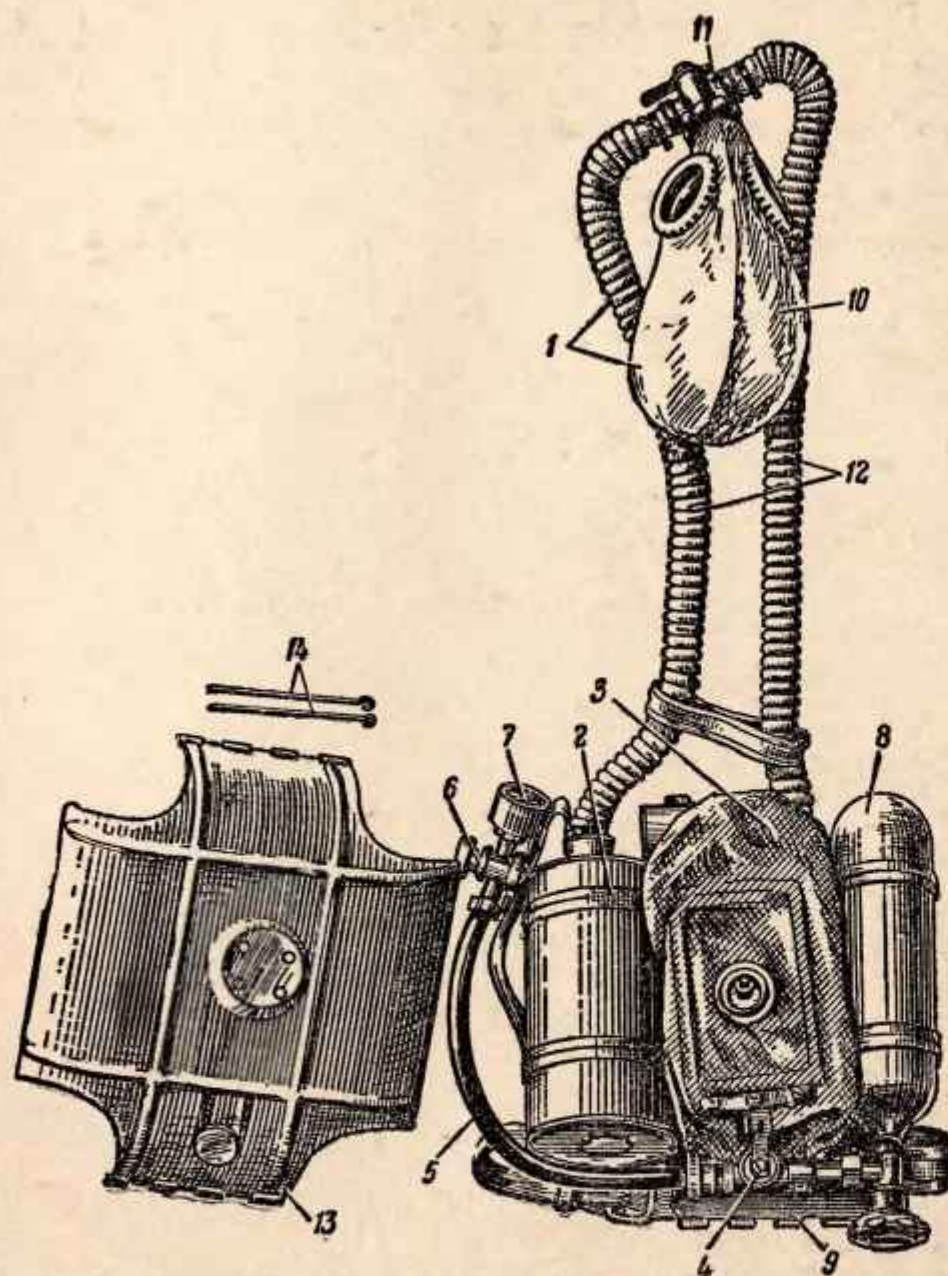
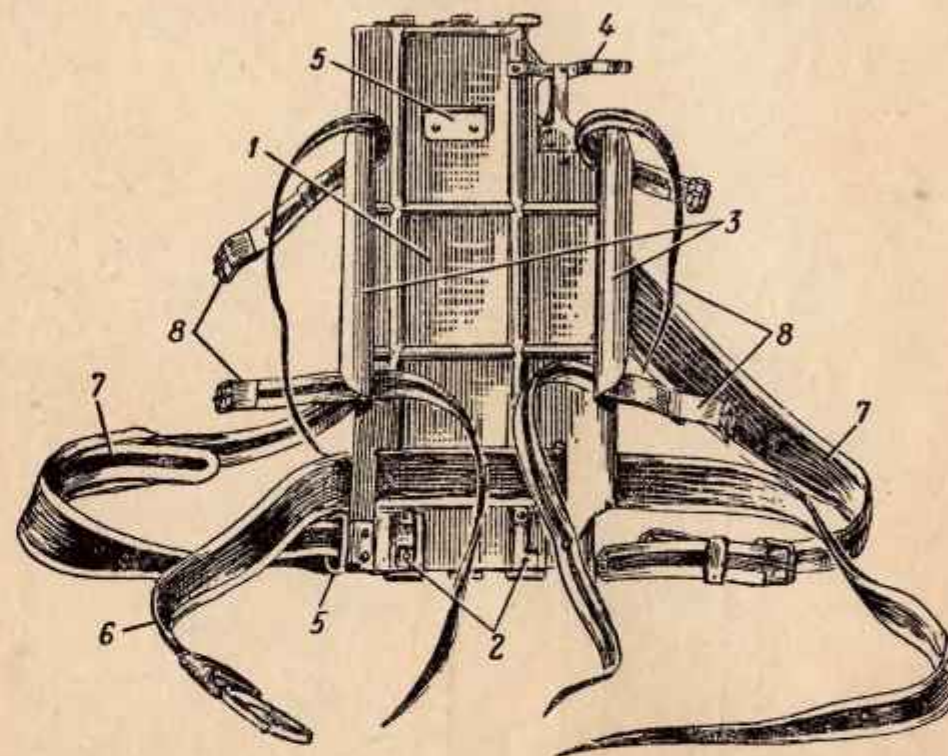

Рис. 1. Общий вид аппарата ИПСА (со снятой крышкой корпуса):
Рис. 13. Корпус аппарата ИПСА (со снятой крышкой):
2. Аппарат состоит (рис. 1) из лицевой части 1, поглотительного патрона 2, дыхательного мешка 3, легочного автомата 4, трубки высокого давления 5, указателя минимального давления 6, указателя запаса кислорода ГМ-1 7, кислородного баллона 8 и корпуса 9. Кроме того, в комплект аппарата входят: сумка, спасательный пояс и инструментальная сумка.
4. Лицевая часть (рис. 1) служит для направления выдыхаемого воздуха в поглотительный патрон, для подведения из дыхательного мешка к органам дыхания воздуха, обогащенного кислородом, и для защиты глаз и лица от отравляющих веществ при пользовании аппаратом на суше.
12. Корпус аппарата (рис. 13) служит для крепления всех частей аппарата и защиты их от повреждений; состоит из рамы и крышки, показанной на рис. 1.
На раме корпуса имеются (рис. 13): кронштейны 2 для крепления легочного автомата; изогнутые перегородки 3 для размещения поглотительного патрона и баллона (в пазы
Крышка корпуса прикрепляется к раме при помощи двух шпилек 14 (см. рис. 1).
Поглотительный патрон и баллон крепятся к корпусу при помощи ремешков 8 (рис. 13).